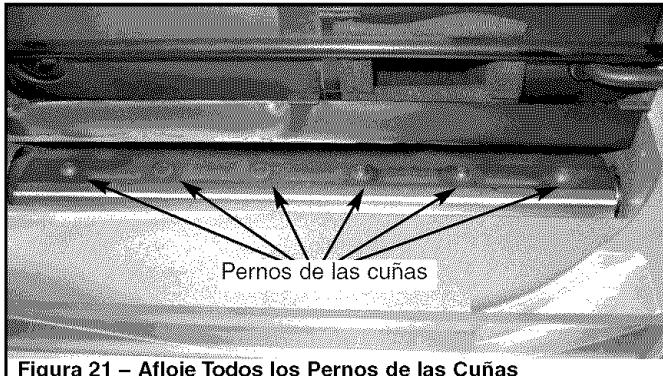

Figura 21 – Afloje Todos los Pernos de las Cuñas
- Afloje los seis pernos. Levante la cuña de la cuchilla mediante los dos imanes (vea la Figura 21).